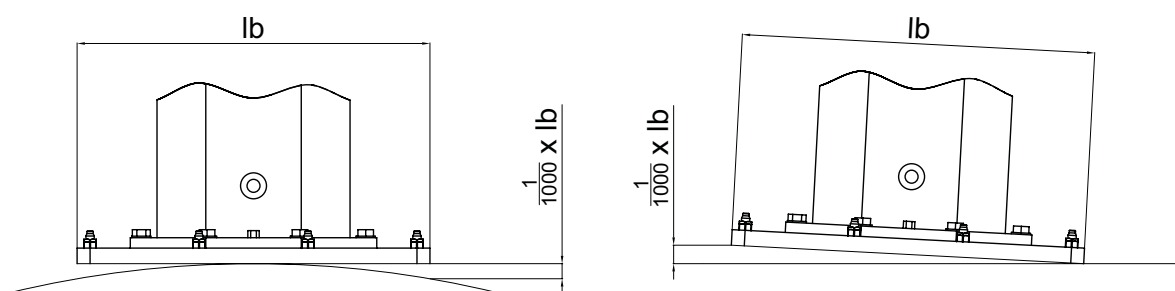

fig.24
- Compruebe que la inclinación del plano donde se vaya a colocar la contraplaca esté dentro de las tolerancias indicadas en la Fig. 24; en caso contrario, nivele la superficie. No introduzca espesores entre el suelo y la contraplaca.